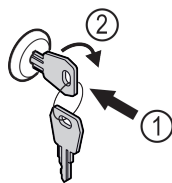

Fig. 127 Ilustrační zobrazení
- ▶ Klíč zasuňte dovnitř Fig. 127 (1).
- ▶ Otáčejte klíčem o 90° ve směru hodinových ručiček Fig. 127 (2).